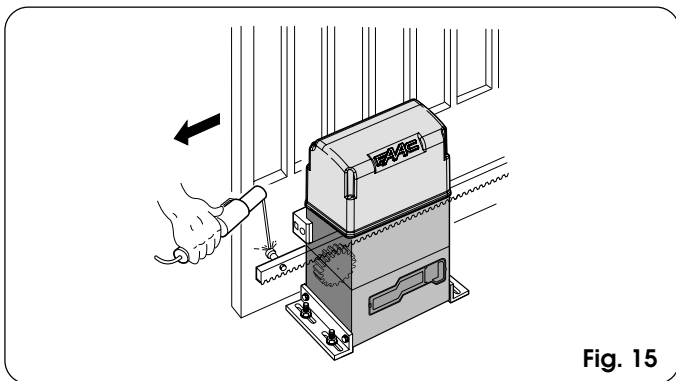

Fig. 15
- 3) Poser horizontalement sur le pignon le premier élément de la crémaillère et souder le cliquet taraudé sur le portail d'après la Fig. 15.